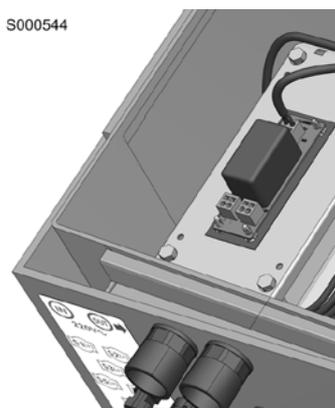

Figura 15: Posizione raccordi guaina alimentazione ausiliaria
- Inserire i cavi dell'alimentazione ausiliaria provvisti di guaina, facendo passare il cavo attraverso i raccordi guaina della cassetta stringa (Figura 15)